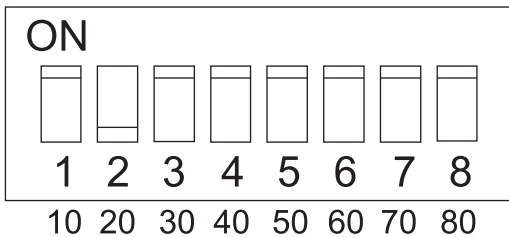
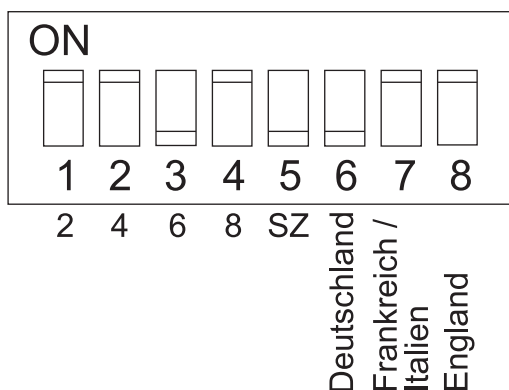

Abb. 3: Rohwasserhärte Zehnerstelle (DIP-Schalter 20)
Abb. 4: Rohwasserhärte Einerstelle (DIP-Schalter 21)
- Änderung der voreingestellten **Rohwasserhärte**: Die Rohwasserhärte Ihres Leitungswassers muss an der elektronischen Schaltung eingestellt werden (siehe DIP-Schalter 20 u. 21, Abb. 3 u. 4).
Mit Hilfe der beiden DIP-Schalter 20 und 21 wird dieser Wert an der elektronischen Schaltung eingestellt. Hierzu wird mit dem DIP-Schalter 20 (siehe Abb. 3) die Zehnerstelle und mit den Kontakten 1 bis 4 des DIP-Schalters 21 (siehe Abb. 4) die Einerstelle der Rohwasserhärte eingestellt.
(siehe Abb. 4). Die Summe aus der Zehner-Stelle und der Einer- Stelle beträgt in diesem Fall $20 \text{ °dH} + 6 \text{ °dH} = 26 \text{ °dH}$.